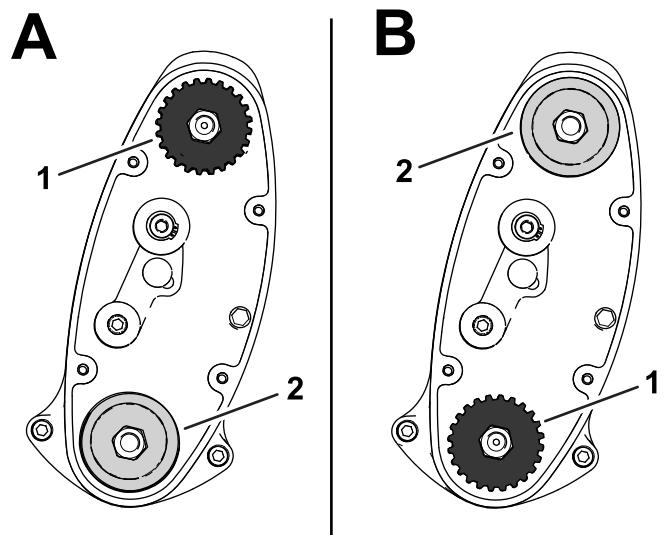

Figura 16
- Posición **ALTA**: “A” en Figura 16
- Posición **BAJA**: “B” en Figura 16